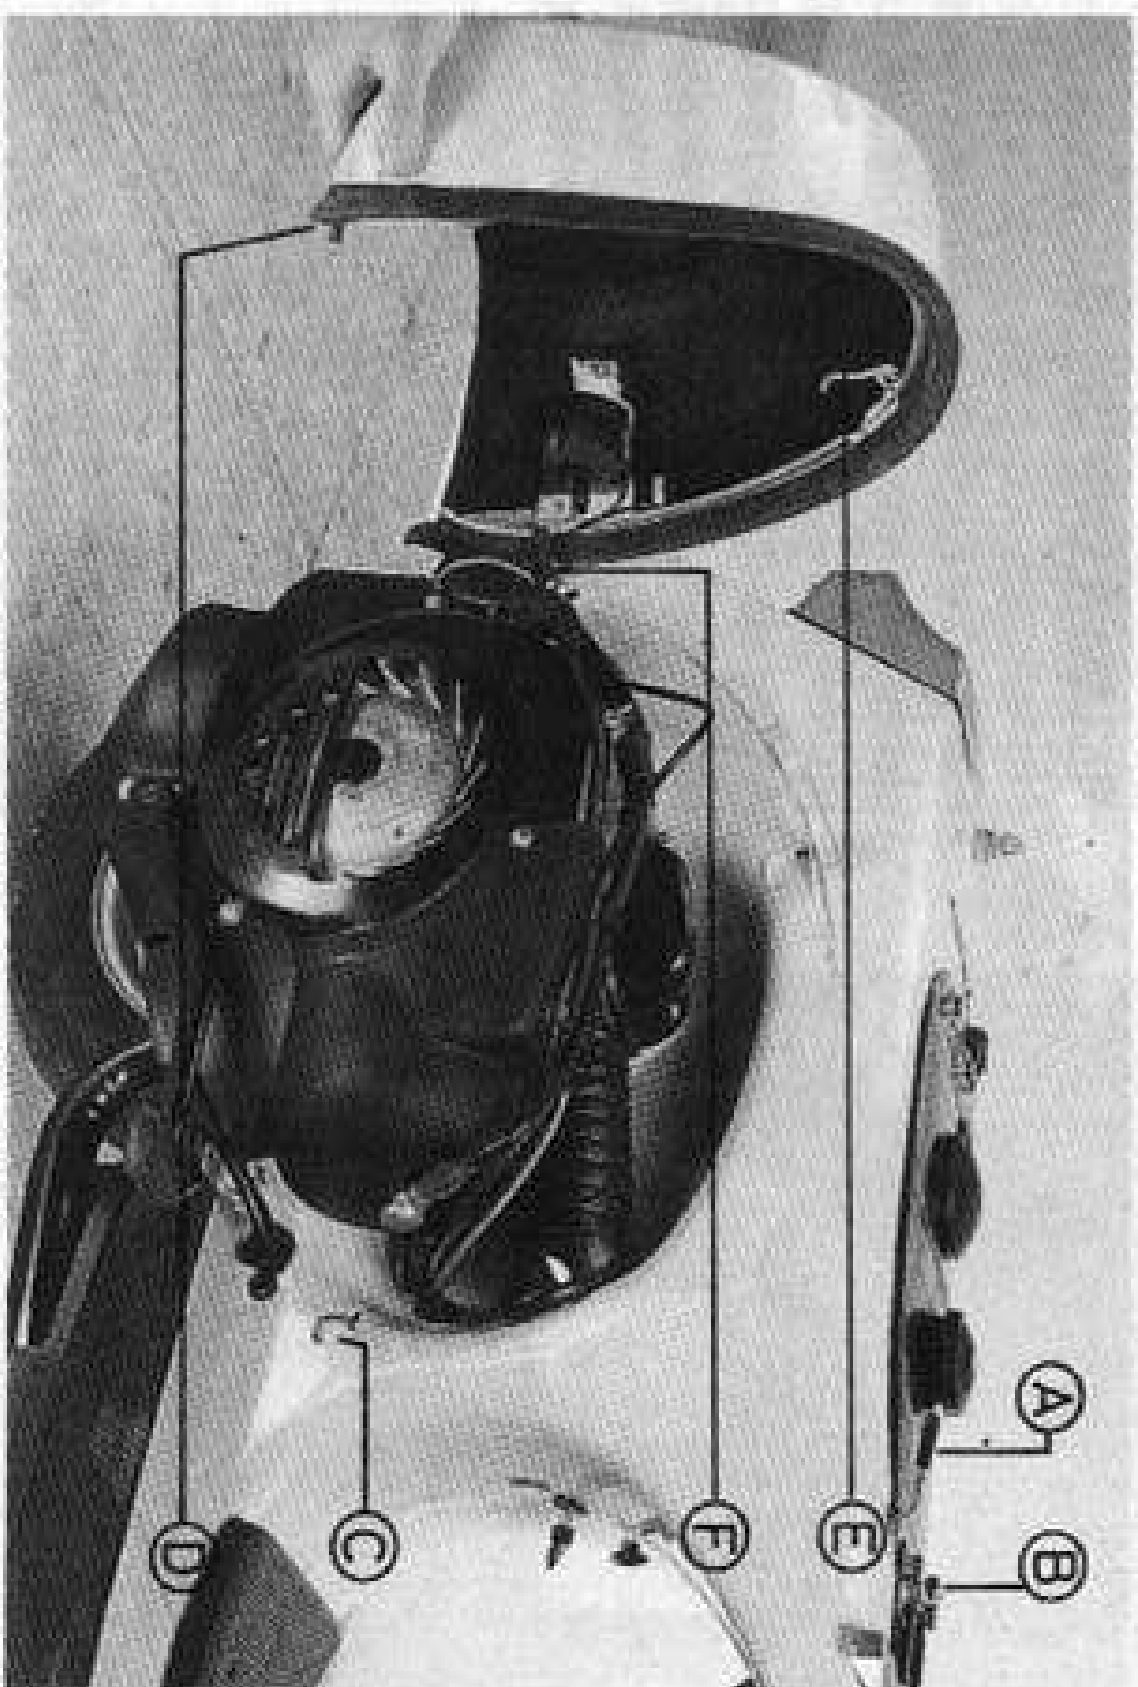

Fig. 21 Desmontaje de aleta
- Seguidamente accionar las levas A o B, según el desmontaje de aleta que se desea efectuar (fig. 21).